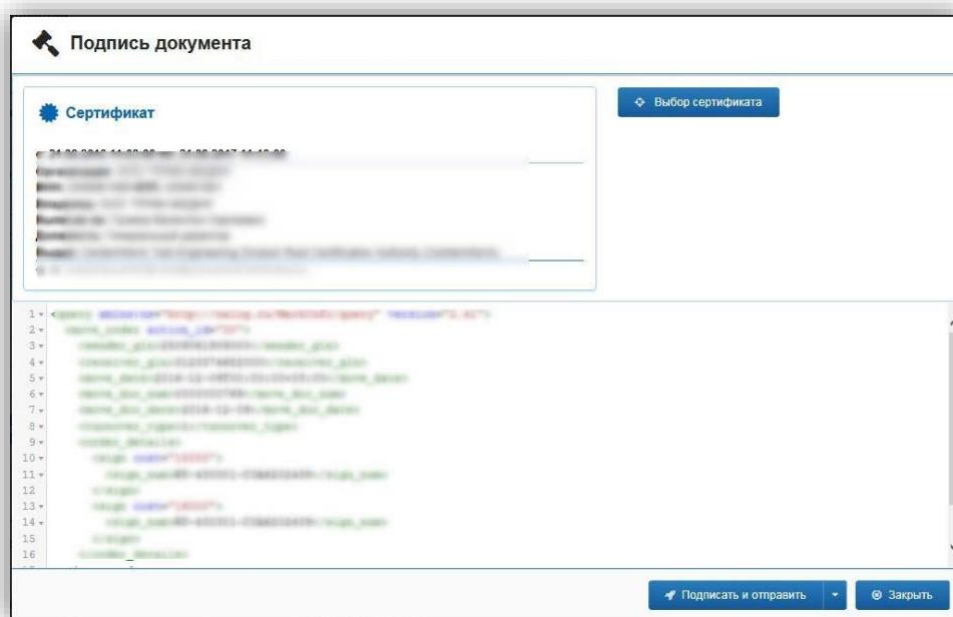

Рисунок 178 – Подпись документа
– В окне «Подпись документа» выберите сертификат для подписи и нажмите кнопку «Подписать и отправить» (рис. 178).